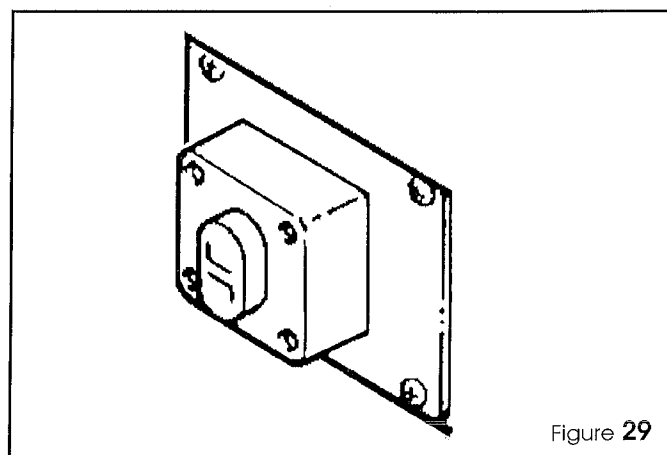

Figure 29
- Pousser le bouton MARCHE situé sur l'interrupteur principal. (Figure 29).
- druk op knop ON op de hoofdschakelaar (Figure 29).